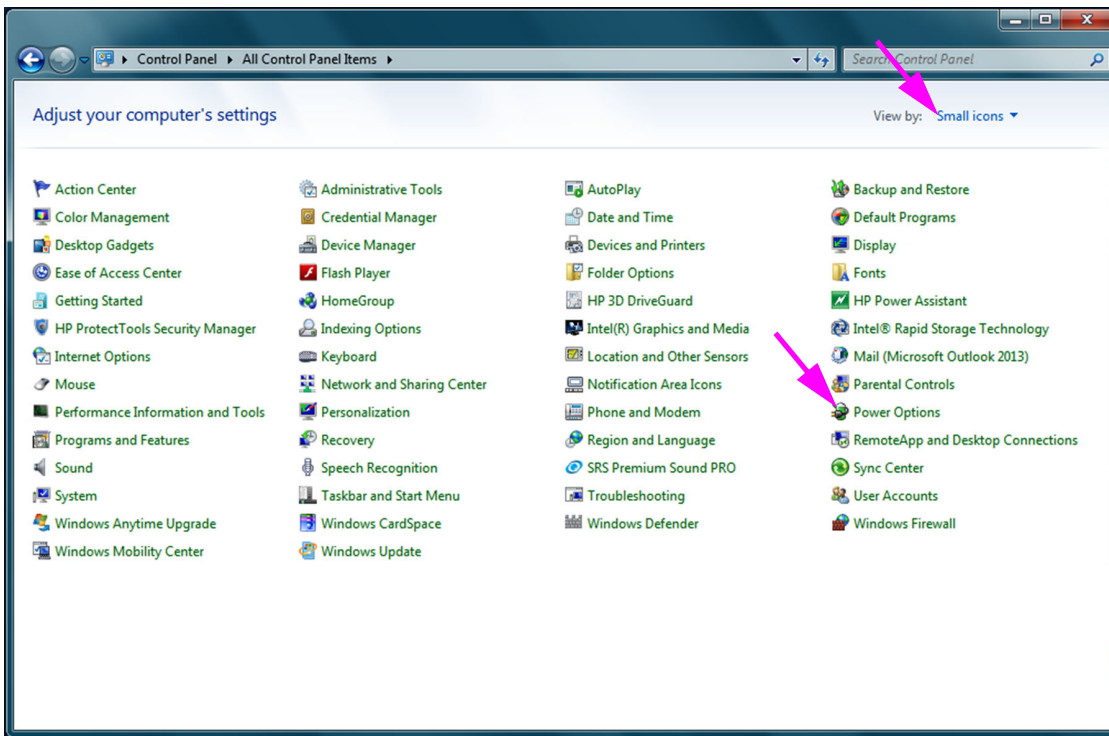

Figura 2-18. Janela All Control Panel Items (Todos os Itens do Painel de Controlo)
2. Seleccione **Control Panel (Painel de controlo)**. Se a visualização estiver definida para Small icons (Ícones pequenos), a janela All Control Panel Items (Todos os Itens do Painel de Controlo) aparece conforme apresentada na figura 2-18. Clique em **Power Options (Opções de Energia)**.